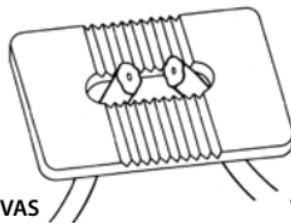

Fig. 1
3. Draw the ends of the vas up through the window of the vas reapproximator plate. (**Fig. 1**)
3. Træk enderne af sædstrengegen op gennem vinduet på reapproksimatorpladen til sædstrenge. (**Fig. 1**)